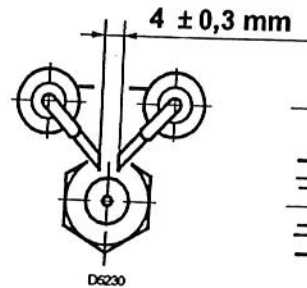

Fig. 10
4.5 REGLAGE DES ELECTRODES, (voir fig. 10)
- Poser le brûleur sur un plan de travail, desserrer les vis (1) et enlever la tête de combustion (2).
- Desserrer la vis (B, fig. 10) et extraire le groupe électrodes (3) du porte gicleur.
- Visser le gicleur (4) en tenant le porte gicleur à l'aide d'une clé.
- Remplacer le gicleur (fig. 11, page 6) si nécessaire et contrôler si les électrodes sont placées correctement (fig. 10, page 6).